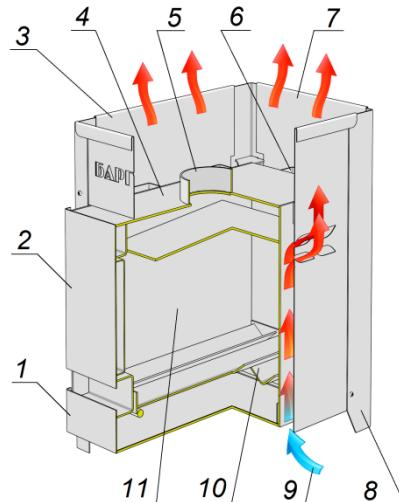

Рисунок 1. Устройство печей Баргузин.
- 4.4.** Ограждающий кожух печи – сборный, состоит из малых и больших секций (панелей), закрепленных на стойках (см. рис.1).